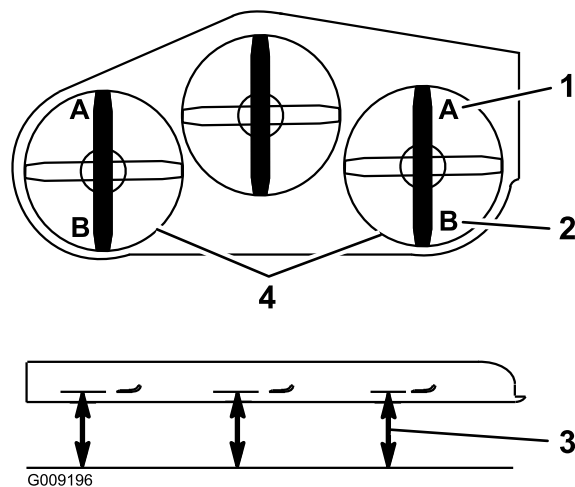

Figure 88
9. De chaque côté du tablier de coupe, mesurez la distance entre la surface plane et la pointe avant de la lame (position A). On doit obtenir un écart de 7,6 cm (3") (Figure 88).
15. De chaque côté du tablier de coupe, mesurez la distance entre la surface plane et la pointe arrière de la lame (position B). On doit obtenir un écart de 8,3 cm (3 1/4") (Figure 88).